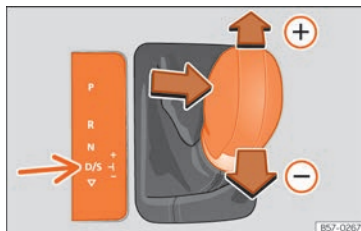

Fig. 260 Palanca selectora en la posición Tiptronic
- Empuje la palanca hacia adelante (+) o hacia atrás (-) para aumentar o reducir la marcha » **fig. 260**.